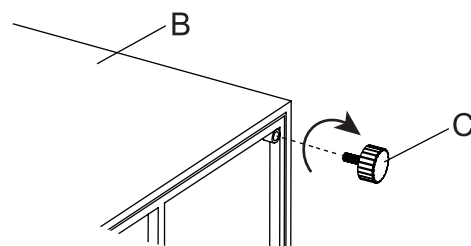

Figure 1
1. Med hjelp fra en annen person, plasser ildstedet (B) forsiktig på en flat, ikke-slipende overflate for å unngå riper. Sjekk de fire hjørnene på undersiden, juster glideføttene (C) med skruerhullene og skru med klokken (se Figure 1).